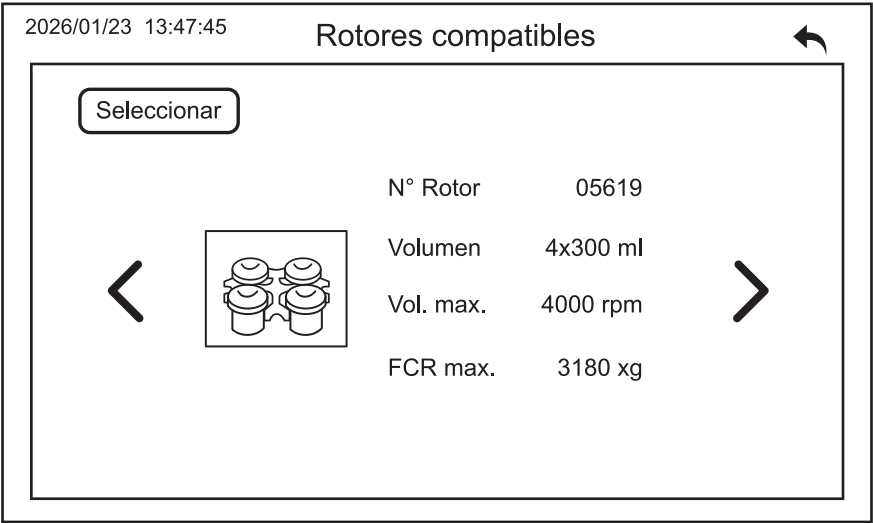

Figura 14.
b) Pulse los botones < > en la pantalla (Figura 14) para seleccionar el número de rotor deseado y su especificación, a continuación.